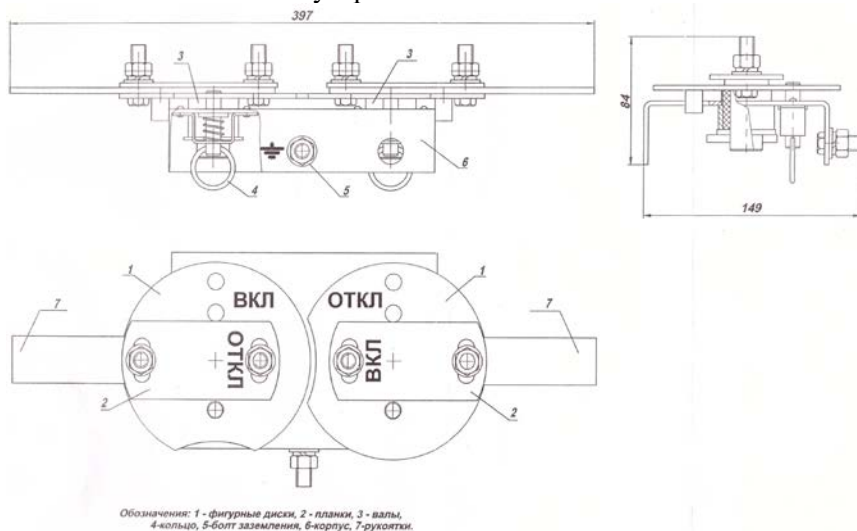
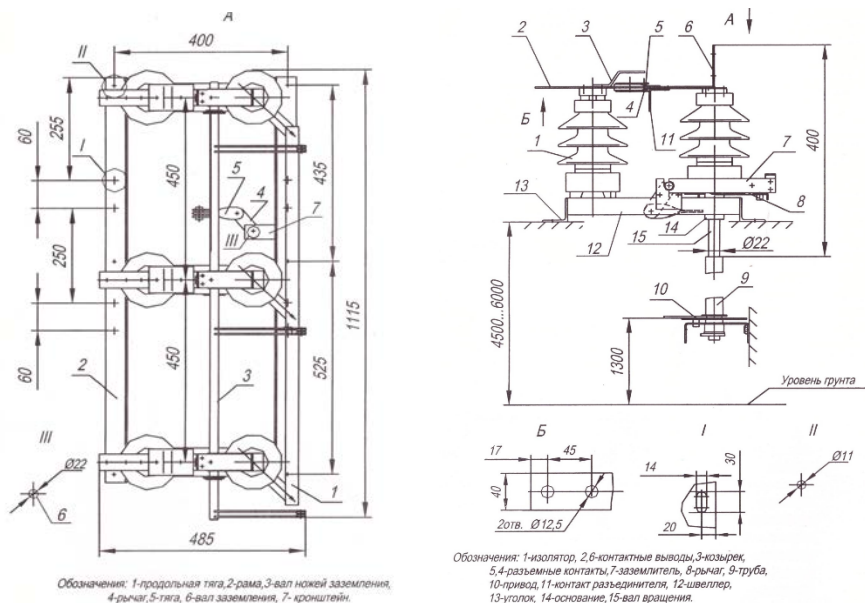

Рис.1. Привод ПРНЗ-10 УХЛ1
Рис.2. Разъединитель РЛНД-1-10 11/400 УХЛ1
Основные элементы устройства схематично показаны на Рис. 1 и 2.
5.5. Установите и предварительно закрепите на подготовленные для монтажа конструкции разъединитель и привод (без соединения между собой) в соответствии с рис. 1.
5.7. Проверьте контактное нажатие главной токоведущей системы при отключенных главных ножах разъединителя. Проверку производите приложением вытягивающего усилия вдоль оси разъемного контакта (рис.1) отрезком медной шины толщиной, равной толщине ножа, вставленным в разъемный контакт. Это усилие в смазанном контакте должно быть не менее 60Н. Произведите пробные операции включения и отключения.
5.8. Выдерните кольцо -4 (рис.2), чтобы управлять фигурными дисками. Соедините привод с валом вращения (рис.1) разъединителя с помощью одной трубы. Поворотом рукоятки привода отключите и включите главные ножи разъединителя. Соедините привод с валом заземления (вид А,
рис.1) разъединителя с помощью второй трубы. Поворотом рукояток привода 3-4 раза, отключите и включите главные ножи разъединителя и ножа заземления. Проверьте и при необходимости отрегулируйте продольной тягой одновременность включения всех контактов. При этом перекрытие главных ножей должно быть не менее 12 мм при наличии тяжения. Операцию повторите 3-5 раз. Рукоятки привода должны каждый раз фиксироваться в крайних положениях («включено-отключено»).
5.9. Подсоедините провода к контактным выводам -2,6 (рис. 1) токоведущей системы разъединителя.